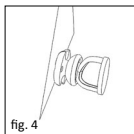

fig. 4
■ **fig. 4** Partea în formă de clopot a separatorului servește în cadrul măsurătorii la așezarea pe baza oscioarelor auditive. Partea în formă de taler este prevăzută pentru așezarea spre timpan. Grosimea grefei (ex. strat de cartilagi) care servește mai târziu drept căptușeală inferioară pe timpan, trebuie luată în considerare la calcularea lungimii protezei. Dacă s-a determinat lungimea optimă, se poate ajusta lungimea corespunzătoare pe proteza parțială.
■ 图 4 在测量过程中, 类似铃铛头用于支撑镫骨足板, 而平板状的另一头则紧贴鼓膜。坐在假体和鼓膜之间移植物的厚度(如软骨片的厚度)也需要被计入假体的长度。一旦最佳的长度确定, 就可以根据长度来选择适合的假体。